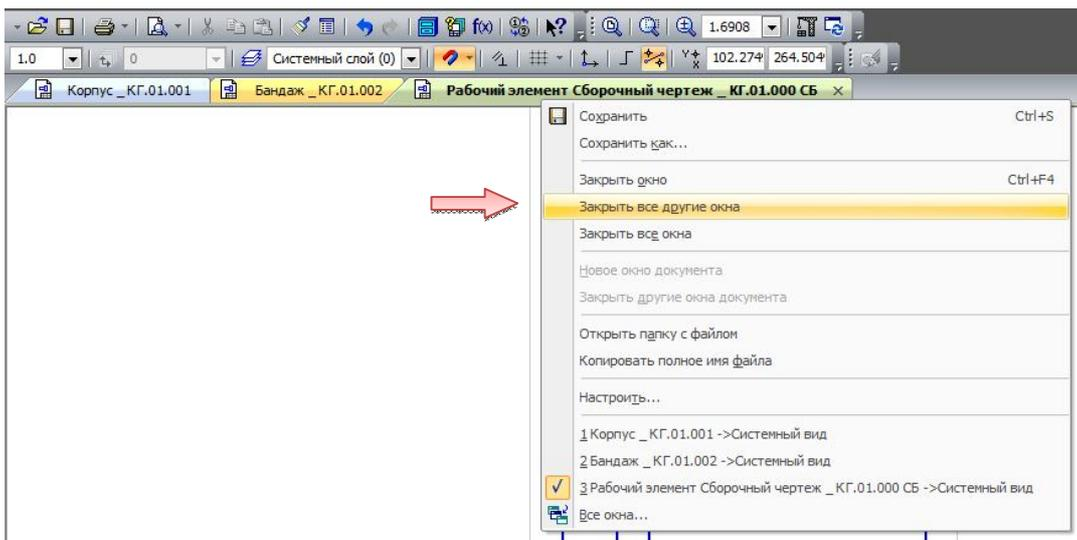

Рис. 2.23. Управление состоянием окон
- Щелкните правой кнопкой мыши на закладке документа «Колесо Сборочный чертеж \_ КГ.01.000 СБ» и выполните из контекстного меню команду «Закрывать все другие окна» (рис. 2.23).